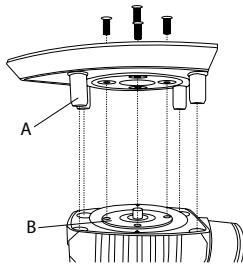

Figure 1
- ▶ Le plateau de ponçage vibrant ⑨ ne peut être monté que dans un sens sur l'appareil. Respectez pour cela les repères fléchés sur le plateau de ponçage vibrant ⑨. Ils doivent pointer vers l'avant. La pointe du plateau de ponçage triangulaire ⑪ pointe vers l'avant.
- ▶ Les broches caoutchouc ⑮ ont une rainure sur le côté. Celle-ci doit être orientée en direction des ergots des alésages de réception du plateau de ponçage ⑨ ⑪ respectif. Voici comment insérer les broches caoutchouc ⑮ dans le plateau de ponçage ⑨ ⑪.
- ◆ Montez maintenant le plateau de ponçage souhaité. Assurez-vous que la plaque de fixation B est orientée vers le plateau de ponçage. Les trous taraudés de la plaque de fixation B doivent être orientés vers les trous correspondant du plateau de ponçage respectif. Les broches caoutchouc A ⑯ (uniquement plateau de ponçage ⑨ et ⑪) vers les trous dans l'appareil (voir fig. 1).